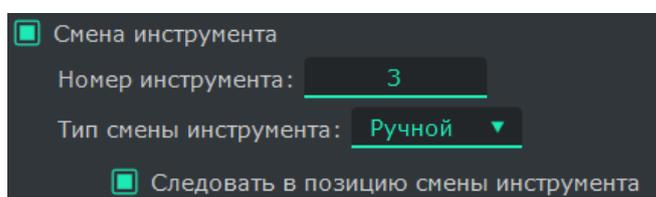

Рисунок 32. Ручная смена инструмента
**Смена инструмента** – настройка доступна только для режима Фрезер. Если у Вас создано несколько управляющих программ, каждая отдельным файлом для определённого инструмента (фрезы), то чтобы не склеивать вручную эти программы в один большой файл с помощью команд смены инструмента (*M6 Tx*) и других вспомогательных команд, что требует некоторой подготовки и знания команд G-кода, достаточно составить список задач из всех этих отдельных файлов и настроить смену инструмента для каждой из них через удобное графическое меню. На рис. 32 и 33 показаны настройки смены инструмента для двух типов: ручной и автоматической.